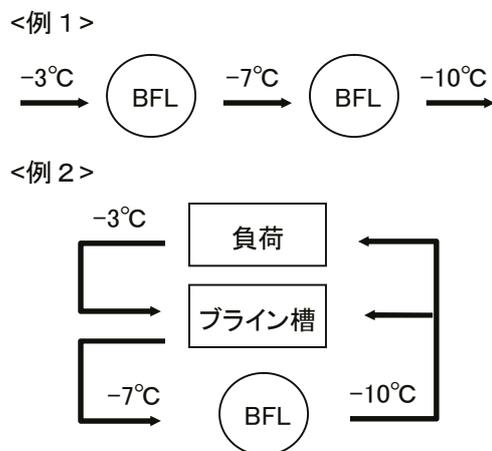

図 9-2 規定ブライン流量確保のためのシステム例
※ブラインの最小流量は 6. (2) の通りです。もし、この値より小さくなる場合は、図 9-2 の例に示すようにより小形のユニットをシリーズに接続する<例 1>とか、あるいはブライン槽を設ける<例 2>などして規定流量を確保して下さい。